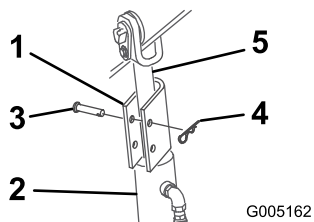

Figura 15
4. Posizionate un blocco del cilindro sull'asta di ogni cilindro di sollevamento (Figura 15).
5. Fissate ogni blocco del cilindro con un cavalletto con perno e una coppiglia (Figura 15).